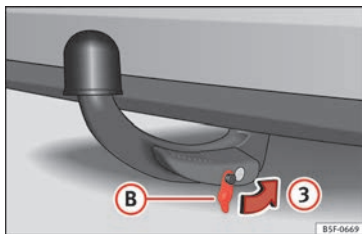

Fig. 219 Colocar la tapa sobre la cerradura
- Coloque la tapa (B) en la cerradura en el sentido de la flecha 3 »» fig. 219 »» !.
① CUIDADO